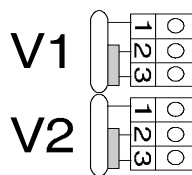

Abbildung 5.2: Thermisch überwachte Varistoren
- Die beiden thermisch überwachten Varistoren V1 und V2 (siehe Abb. 5.2) mittels geeignetem Schraubendreher lösen und herausnehmen.
- Jeweils die Klemmen 2 und 3 verbinden (siehe Abb. 5.2).